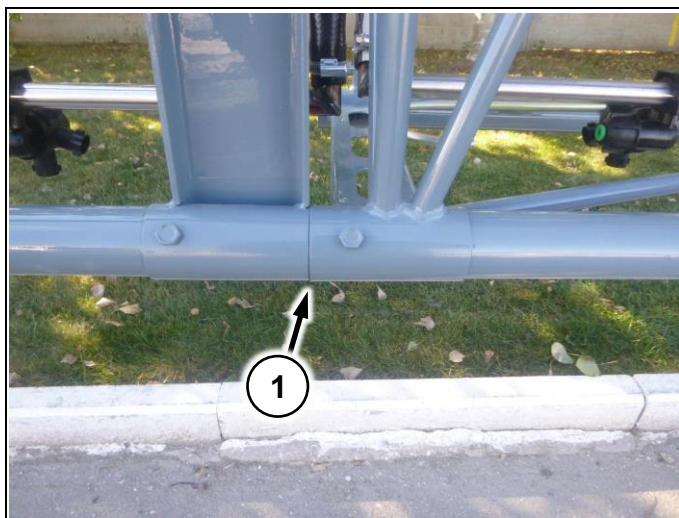

Рис. 122
3. Вращая гайки отрегулируйте зазор между корневой и концевой секцией штанг 2-3мм. (Рис. 122/1)